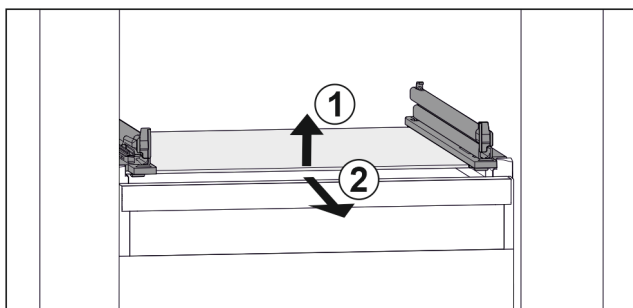

Fig. 61 Reprezentare exemplificativă a plăcii de sticlă
- Ridicați placa de sticlă din față. Fig. 61 (1)
- Extrageți placa de sticlă spre înainte. Fig. 61 (2)